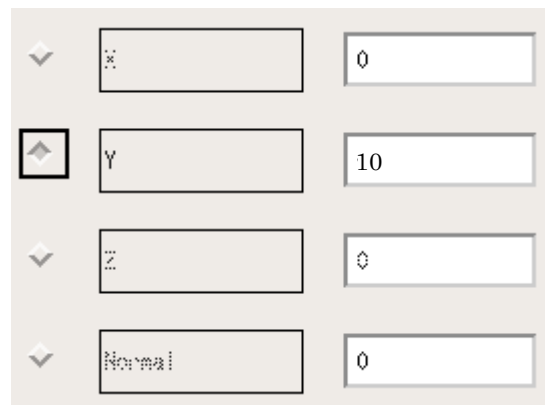

図 7 荷重設定画面
- d) Load(荷重)設定画面が表示されるので、X・Y・Z の荷重条件を設定する。例題では Y 方向に「10」の荷重を作用させるような設定をする。(図 7)
図 7 check raw 7 ウィンドウ